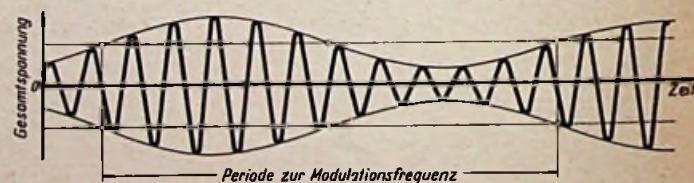
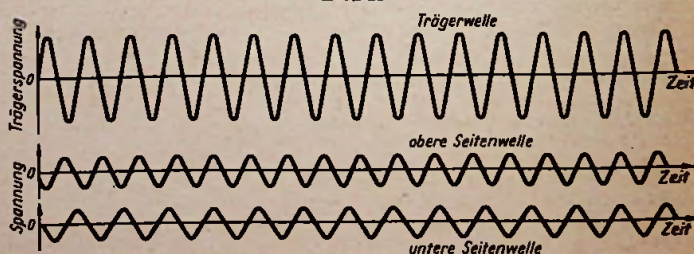

Bild 13
Bild 14
Wir wollen diese Modulationsart gleich an einem Beispiel betrachten. Es sei eine Wechselspannung, deren Frequenz 1 MHz betrage, mit 400 Hz (sinusförmig) zu modulieren. Der Modulationsgrad werde so gewählt, daß die modulierte Spannung zwischen einem Höchstwert und einem Mindestwert von 40% der ursprünglichen Hf-Spannung schwankt. Bild 13 veranschaulicht einen solchen Fall — allerdings mit niedrigeren Frequenzen.
Der Verlauf der modulierten Spannung ähnelt stark dem des Bildes 12. Das legt den Gedanken nahe, es werde sich auch hier wieder um die Summe zweier Spannungen handeln. In Wirklichkeit umfaßt die Spannungssumme, die zu Bild 13 gehört, jedoch nicht nur zwei, sondern drei Glieder (Bild 14). Das eine Glied davon hat die Frequenz der ursprünglichen Hf-Spannung (die Trägerfrequenz). Die Frequenz des zweiten Gliedes liegt um die Modulationsfrequenz höher und die Frequenz des dritten Gliedes um diese Frequenz tiefer als die Frequenz der ursprünglichen Hf-Spannung. Demgemäß spricht man von „Trägerwelle“, von „oberer Seitenwelle“ und von „unterer Seitenwelle“.
**Modulationsgrad:** Maß für die Tiefe der Modulation. Bei Amplitudenmodulation wird der Modulationsgrad durch den durchmodulierten Anteil der zu modulierenden Größe dargestellt (in Bild 13 z. B. etwa 0,6 oder 60%). Bei Frequenzmodulation ist der Modulationsgrad durch das Verhältnis des Frequenzhubes zur Trägerfrequenz gegeben.